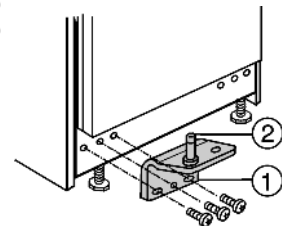

Fig. 9
- ▶ Scharnierbolzen Fig. 9 (2) im Lagerbock Fig. 9 (1) mit Unterlegscheibe in das Türlager unten einsetzen.
- ▶ Lagerbock Fig. 9 (1) **fest (mit 4 Nm)** anschrauben.